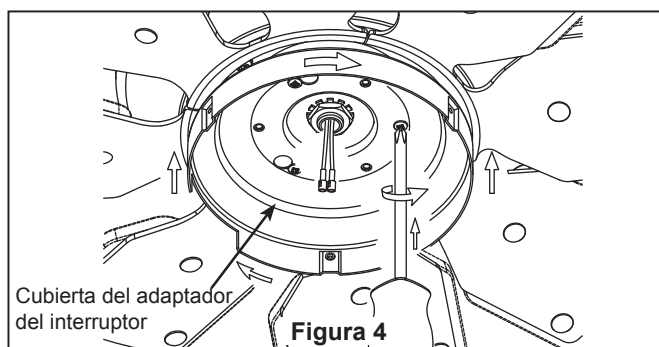

Figura 4
4. Fije la cubierta del adaptador del interruptor en el borde de soporte usando tres de los seis tornillos anteriormente extraídos y fíjelos por completo. (Figura 4)
6. Para configurar el código del mando a distancia, Mueva los interruptores de código hasta colocar el código de selección en la posición arriba o abajo. Con un destornillador pequeño o con una lapicera (no se incluye) deslice firmemente hacia arriba o hacia abajo. (Figura 4)